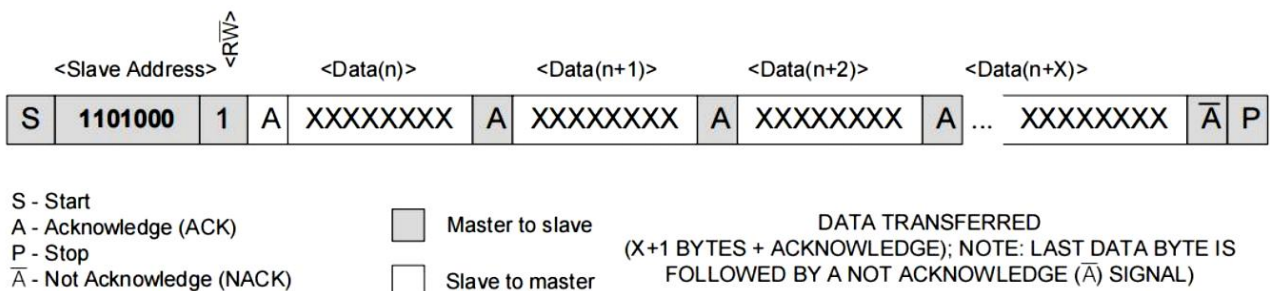

图 7 数据写入——从发送器模式
- 2、从发送器模式（读取模式）：对第一个字节的接受和处理同接收器模式一样。然而，在此模式下指示位会指示传输地址是无效的。当 SCL 上有串行时钟信号输入时，DS1307 将在 SDA 上传输串行数据。START 和 STOP 位于串行传递的始末端（见图 7）。主器件发起 START 条件后，接收到的第一个字节是从地址。此地址字节包含有 7 位的 DS1307 地址：1101000，接着是指示位（R/W）（此时该位为 1）。在接收到并解码出地址信息后，DS1307 在 SDA 线上输出一个应答位。接着，DS1307 以寄存器指针所指向的寄存器地址为起始数据，开始传输数据。如果寄存器指针在读取模式初始化之前未被写入，则第一个读取到的地址是寄存器指针最后一次存储的地址。寄存器指针在每个字节被写入后自动递增。DS1307 必须接收到一个“不应答”，以此结束读取。